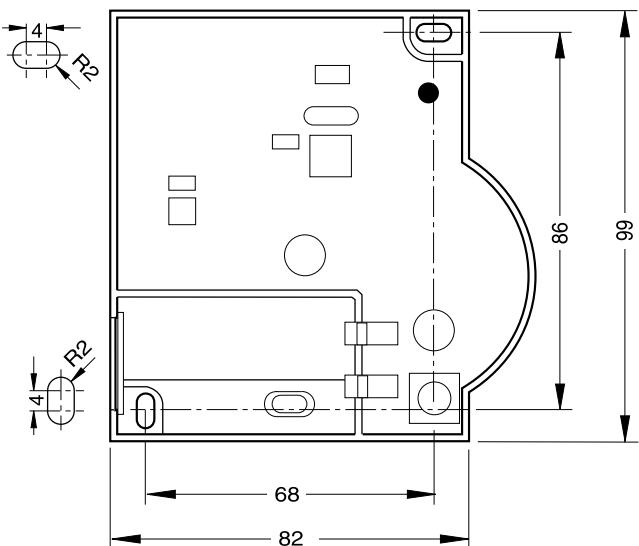

Figure 3: Schéma de montage (indications en mm)
- ▶ Marquez les trous de perçage suivant le schéma de montage (voir Figure 3).
- ▶ Replacez le couvercle du boîtier par le haut puis verrouillez le par le bas (voir Figure 3).